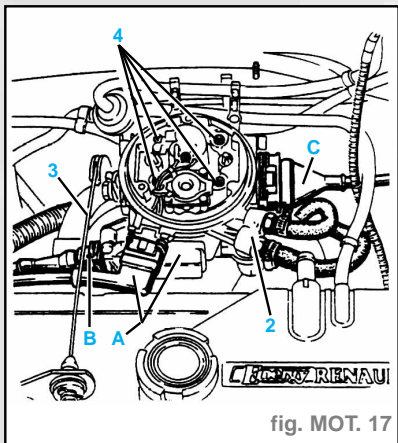

fig. MOT. 17
- Débrancher (fig. MOT. 17) :
- les connecteurs (A), (B) et (C),
- Les canalisations d'alimentation (1) et de retour de carburant (2) (repérées au préalable),
- le câble de commande d'accélérateur (3).
- Déposer les vis de fixation (4) et sortir le boîtier papillon (fig. MOT. 17).